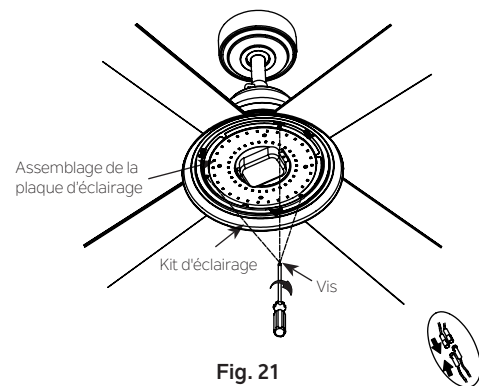

Fig. 21
Étape 2: Maintenir le kit d'éclairage à proximité de la plaque d'éclairage et connecter avec les fils blancs à partir du kit d'éclairage et du ventilateur en poussant les connecteurs ensemble. Suivre la même procédure pour les fils NOIRS (Fig21).
Étape 3: Fixer les connexions à proximité du kit d'éclairage. Fixer le kit d'éclairage sur l'assemblage de la plaque d'éclairage et serrer correctement avec les trois vis retirées à l'étape 1 (Fig 21).